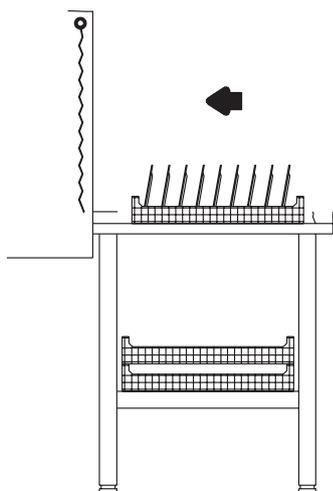

рис. 23
- После того, как вода в машине нагрелась до нужной температуры, нажмите START (10) (или P9 для электронной модели).
- Выберите подходящую для посуды корзину для мойки и заполните её, как описано далее (см. рис.23):
рис. 23а